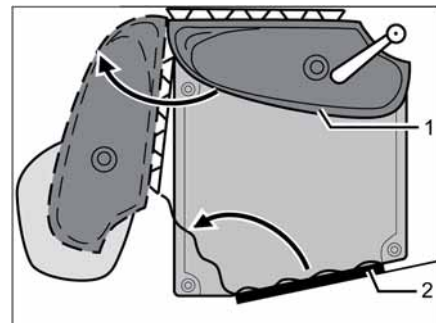

Bild 296 Vario-Toilette
- Waschbecken mit Rückwand (Bild 296,1) in Pfeilrichtung drehen.
- Den Toilettenraum betreten und die Toiletten-Eingangstür (Bild 296,2) von innen schließen und verriegeln.